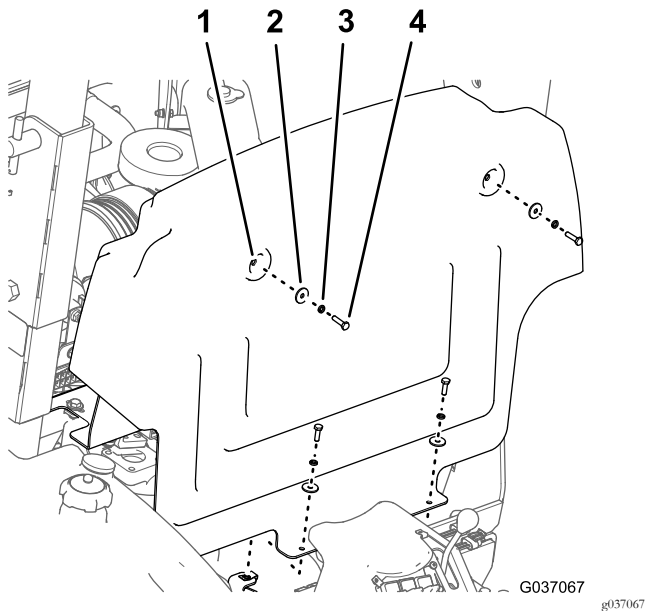

図 28
1. バルクヘッドパネルを車体のシャーシに固定しているボルト 6 x 25mm 4 本、ロックワッシャ 6mm 4 枚、平ワッシャ 6mm 4 枚を取り外す 図 28。
2. パネルを前方に跳ね上げて機体から外す図 28。
1. バルクヘッドパネルの 4 つの穴を、シャーシについている 4 つのクリップナットに合わせる 図 28を参照。
2. バルクヘッドパネルをシャーシに固定するボルト 4 本、ロックワッシャ 4 枚、平ワッシャ 4 枚を使用する 図 28を参照。